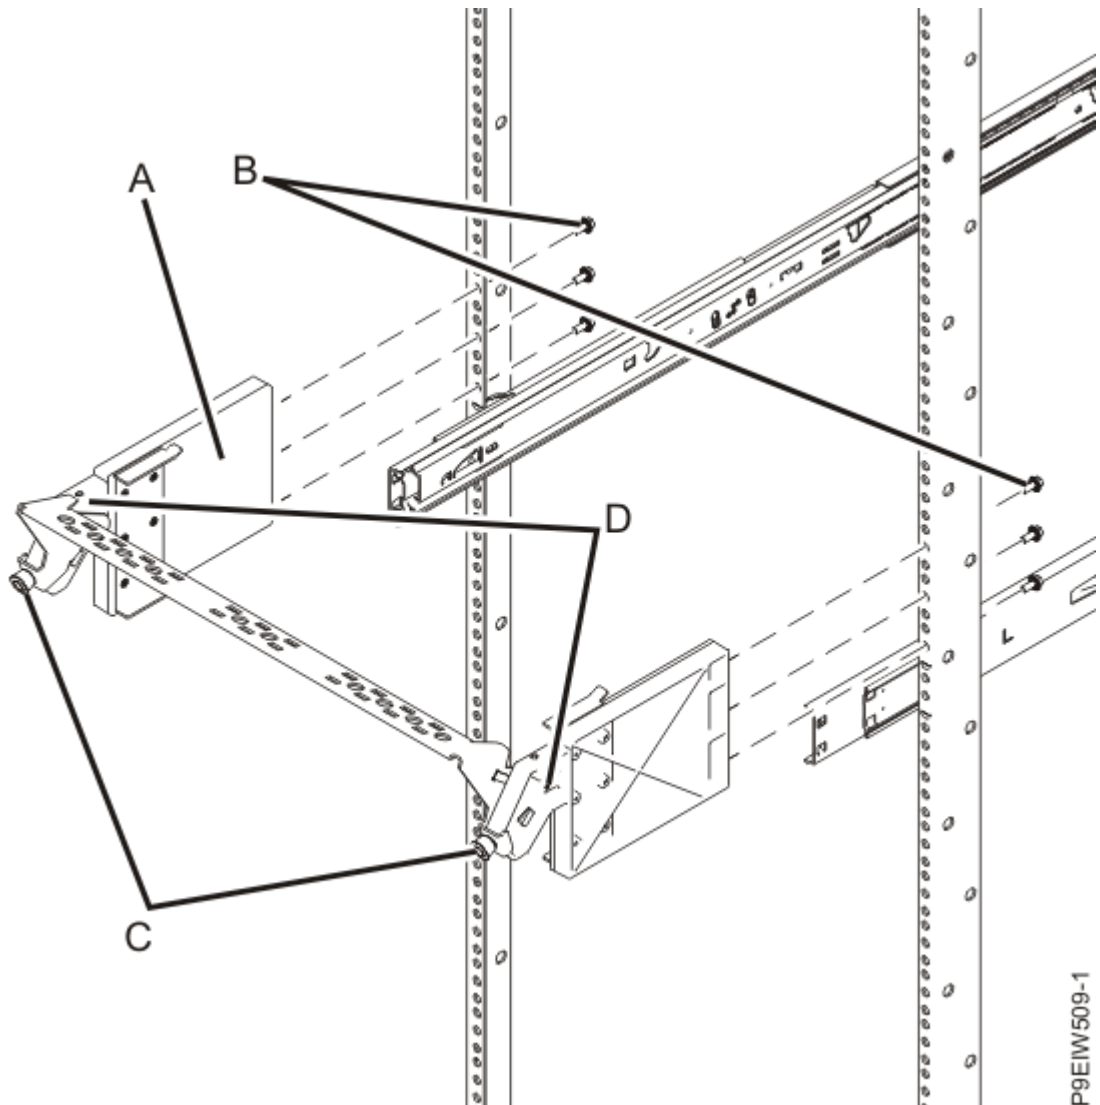

Figura 14. Fijación de la abrazadera portacables al bastidor
3. Ensamble la abrazadera portacables conectando la barra de gestión de cables a las abrazaderas portacables, utilizando dos tornillos M3 (**D**), tal como se muestra en la Figura 14 en la página 17.
- b. Desde dentro del bastidor, instale tres tornillos (**B**) a través de los rebordes del bastidor y en la abrazadera portacables (**A**), tal como se muestra en la Figura 14 en la página 17.
5. Ajuste la abrazadera portacables de acuerdo con sus necesidades tirando de los tornillos de mano (**C**) e inclinando la abrazadera, tal como se muestra en la Figura 14 en la página 17.